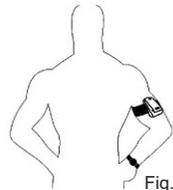

Fig. 3
• Passe o Sensor e a fita sobre a mão e para a parte superior do braço. O relógio deve ser usado no mesmo braço. (Fig. 3)